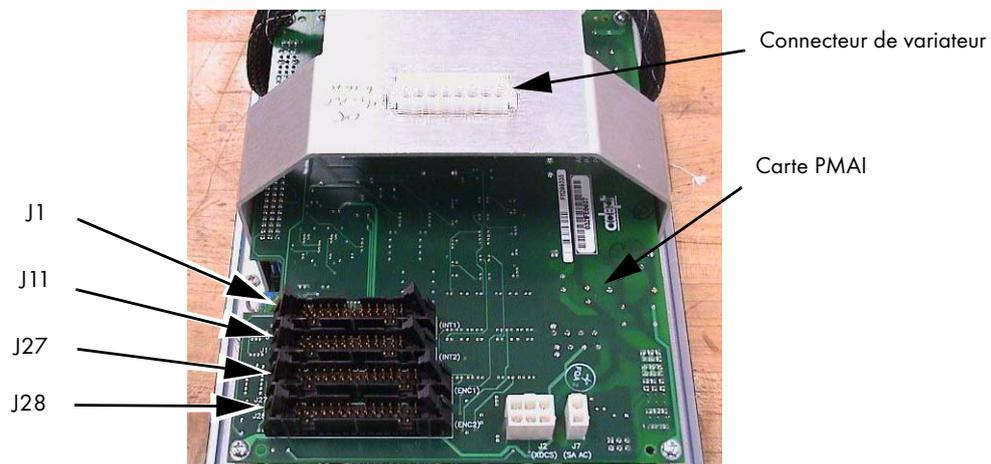

Figure 7.4 : connecteurs du châssis de l'AIB
9. Débranchez le câble du variateur « blanc » du connecteur du variateur situé sur le support du châssis. Pour plus d'informations, voir la figure 7.4.